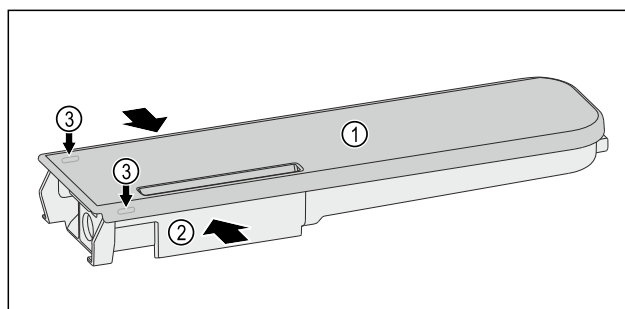

Fig. 132
- Притисніть бак для води Fig. 132 (2), обережно підчепіть і потягніть угору кришку Fig. 132 (1) за допомогою фіксувальних язичків Fig. 132 (3).
- Обережно порушайте кришку Fig. 132 (1) вперед-назад і зніміть її вгору.